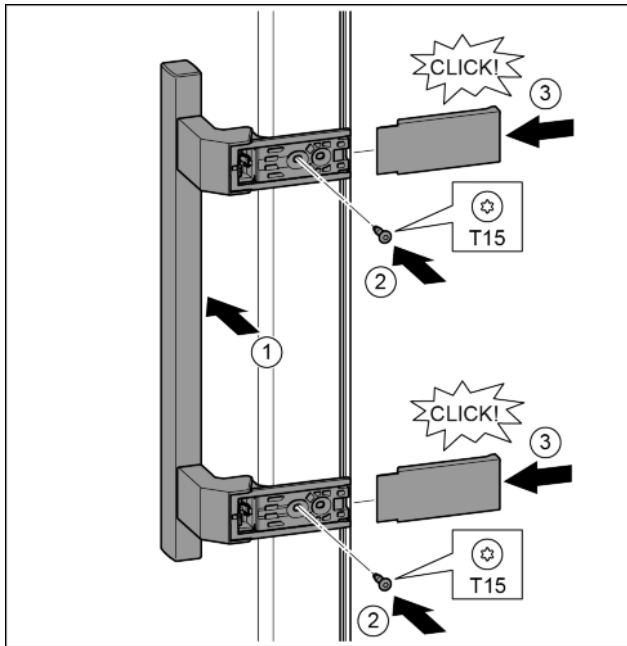

Fig. 19
- ▶ Установить ручку на противоположной стороне. Fig. 19 (1)
- ▶ Затянуть винты отверткой T15. Fig. 19 (2)
- ▶ Установить крышки сбоку и надвинуть. Fig. 19 (3)